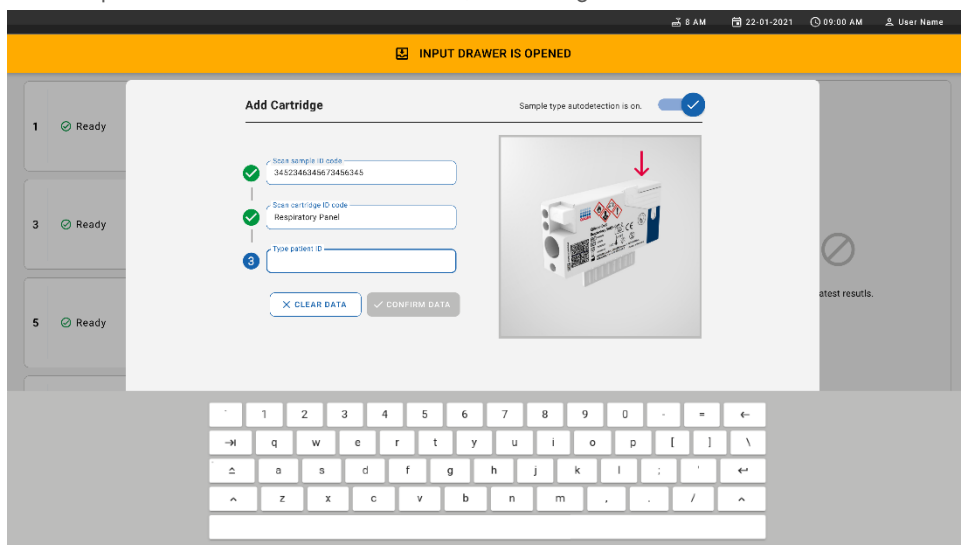

Figure 24. Écran de lecture de l'ID de la cartouche QIAstat-Dx Respiratory SARS-CoV-2 Panel Cartridge.
- Après avoir saisi l'ID du code-barres de l'échantillon, balayez le code-barres de la cartouche QIAstat-Dx Respiratory SARS-CoV-2 Panel Cartridge à utiliser (position indiquée par la flèche). Le QIAstat-Dx Rise reconnaît automatiquement le dosage à effectuer, en fonction du code-barres de la cartouche QIAstat-Dx Respiratory SARS-CoV-2 Panel Cartridge (figure 24).